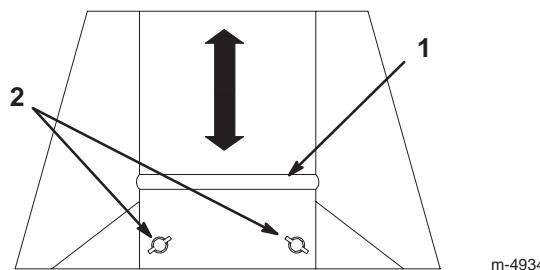

Figure 7
2. Desserrez les 2 écrous sur la plaque de condition de tonte ; remontez la plaque si l'herbe est courte et sèche, ou abaissez-la si l'herbe est longue et humide (Fig. 7).